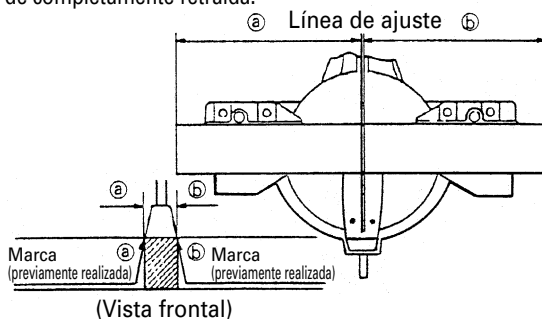

Fig. 22
- (1) Como se muestra en la Fig. 22, la anchura de la hoja de sierra es de corte. Por lo tanto, deslice la pieza de trabajo hacia la derecha (vista desde la posición del operador) cuando desee la longitud ⑥, o hacia la izquierda cuando desee la longitud ⑤. (Sólo modelo C10FCH2)